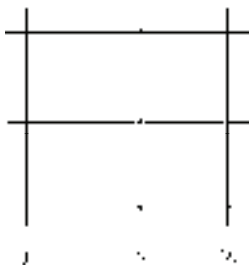

图 2-65 打开素材
1) 按〈Ctrl+O〉组合键, 打开配套光盘提供的“第 2 章/2.4.5 一轴多号.dwg”素材文件, 结果如图 2-65 所示。